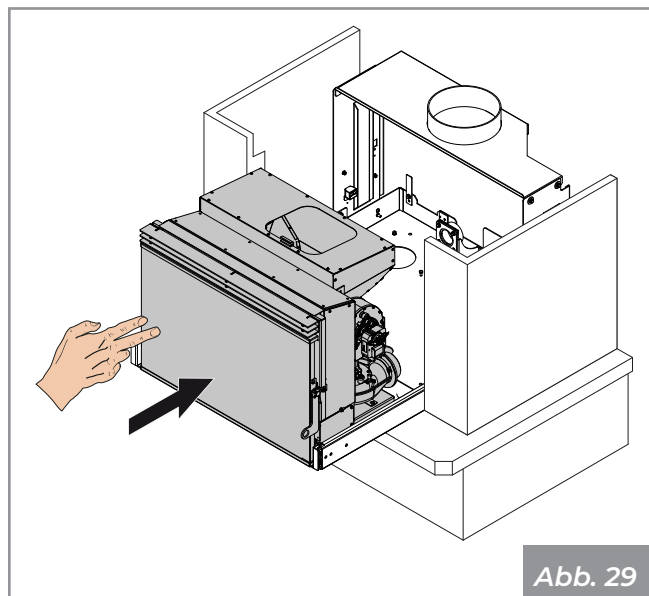

Abb. 29
- Das Gerät bis an das Ende der Führungsschienen schieben (**Abb. 29**).